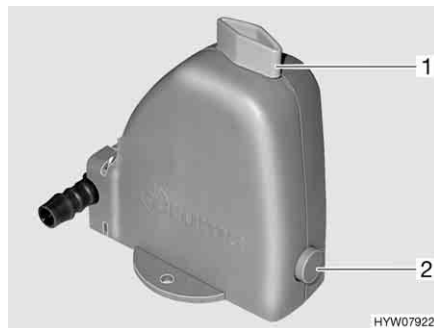

Fig. 208 Valvola di sicurezza/di scarico del boiler
Il boiler è dotato di una valvola di sicurezza/di scarico (Fig. 208). La valvola di sicurezza/di scarico impedisce che l'acqua congeli nel boiler in presenza di basse temperature esterne, quando il riscaldamento dell'autocaravan non è acceso.
- Chiudere la valvola di sicurezza/di scarico. A tal fine ruotare la manopola (Fig. 208,1) verticalmente rispetto alla valvola di sicurezza/di scarico e premere verso l'interno il bottone automatico (Fig. 208,2).
- Aprire la valvola di sicurezza/di scarico. A tal fine ruotare la manopola (Fig. 208,1) nel senso della lunghezza della valvola di sicurezza/di scarico. Il bottone a pressione (Fig. 208,2) scatta all'infuori. Il boiler viene svuotato verso l'esterno tramite la valvola di sicurezza/di scarico.